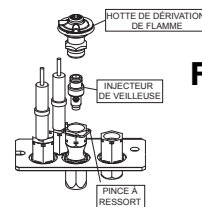

Fig. 4
- ☐ 5. Remove the pilot hood from the pilot assembly by unhooking the retaining clip and pulling the pilot hood vertically (Fig. 4). Use a $\frac{5}{32}$ " Allen key to unscrew the injector. Replace the pilot injector with the one supplied. Reassemble the pilot hood onto the assembly and reattach retaining clip. Ensure key position for proper alignment.
- ☐ 5. Retirer la hotte de dérivation de flamme de l'assemblage de la veilleuse en décrochant le pince de retenue puis tirant le capuchon de veilleuse vers le haut (Fig. 4). Utiliser une clé Allen de 5/32" pour dévisser l'injecteur. Remplacer l'injecteur par celui qui est fourni. Remplacer la hotte de dérivation de flamme sur l'assemblage de la veilleuse avec celui fourni et rattacher le pince de retenue. Assurez-vous qu'elle est bien alignée.